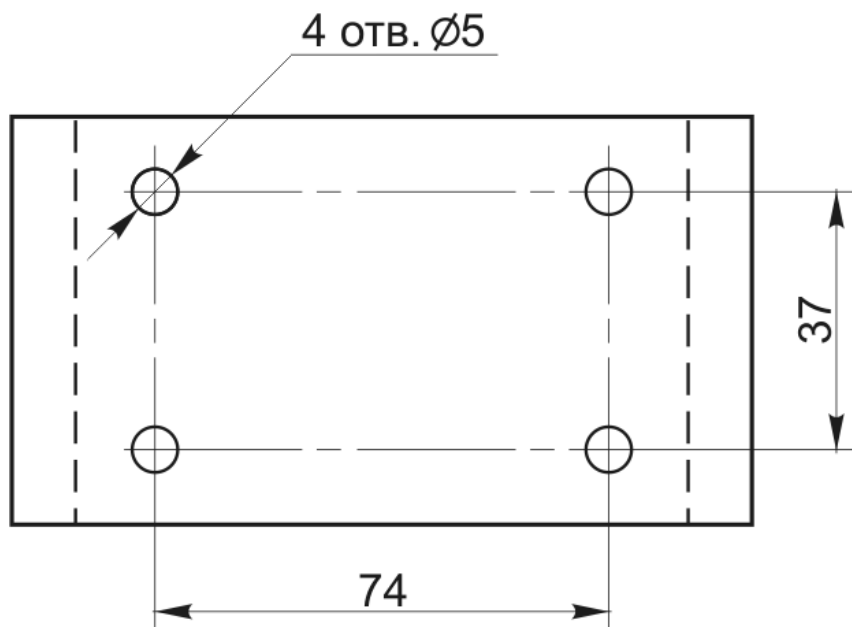

Рис. 4 – Крепёжная площадка МПП «Гарант-5-В3»
6.3 Закрепить крепёжную(ые) площадку(и) модуля(ей) в соответствии с определенными местами (по п. 6.2) и разметкой отверстий (рисунок 4).